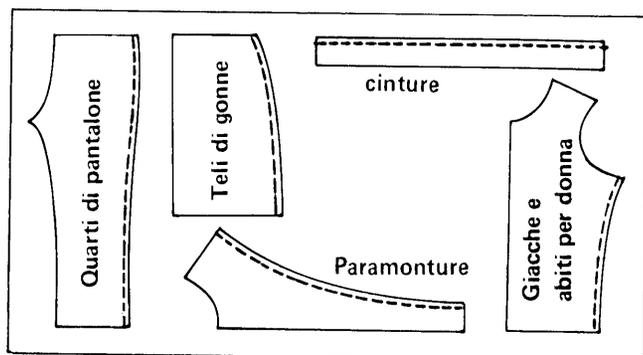

Fig. 10
2.1 – Surfilaratura di teli su un solo lato (fig.10)